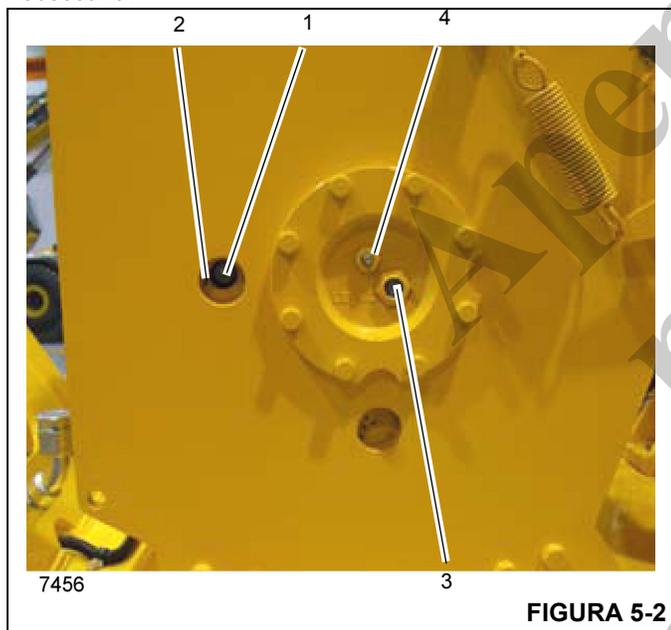

FIGURA 5-2
NOTA: Não alinhar o bujão de enchimento/dreno (1) com o furo de acesso superior (2) conforme mostrado na (Figura 5-2) antes de verificar o nível do óleo pode resultar em uma leitura imprecisa.
1. Gire o tambor do guincho até que o bujão de enchimento/dreno (1) apareça no furo de acesso superior (2) mostrado na (Figura 5-2).